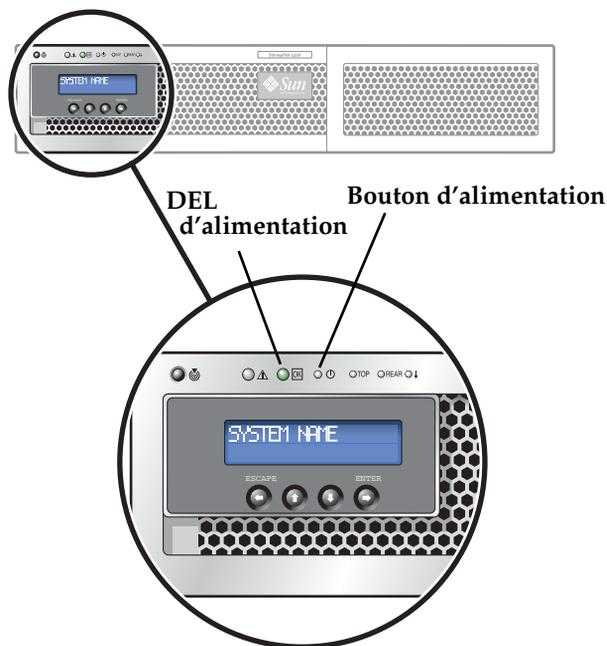

FIGURE 3-15 Bouton d'alimentation et autres composants du tableau de bord
5. En utilisant la pointe d'un stylo ou un outil similaire, appuyez sur le bouton Alimentation (FIGURE 3-15).
Si nécessaire, utilisez la pointe d'un stylo ou un outil similaire pour enfoncer le bouton. La FIGURE 3-15 présente une vue détaillée du tableau de bord.
La FIGURE 3-15 présente une vue détaillée du tableau de bord.